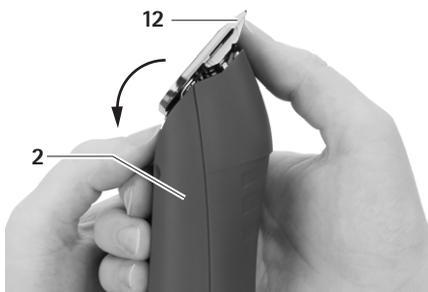

Fig. 5
- Klap klippehovedet 12 fremad, se Fig. 5.